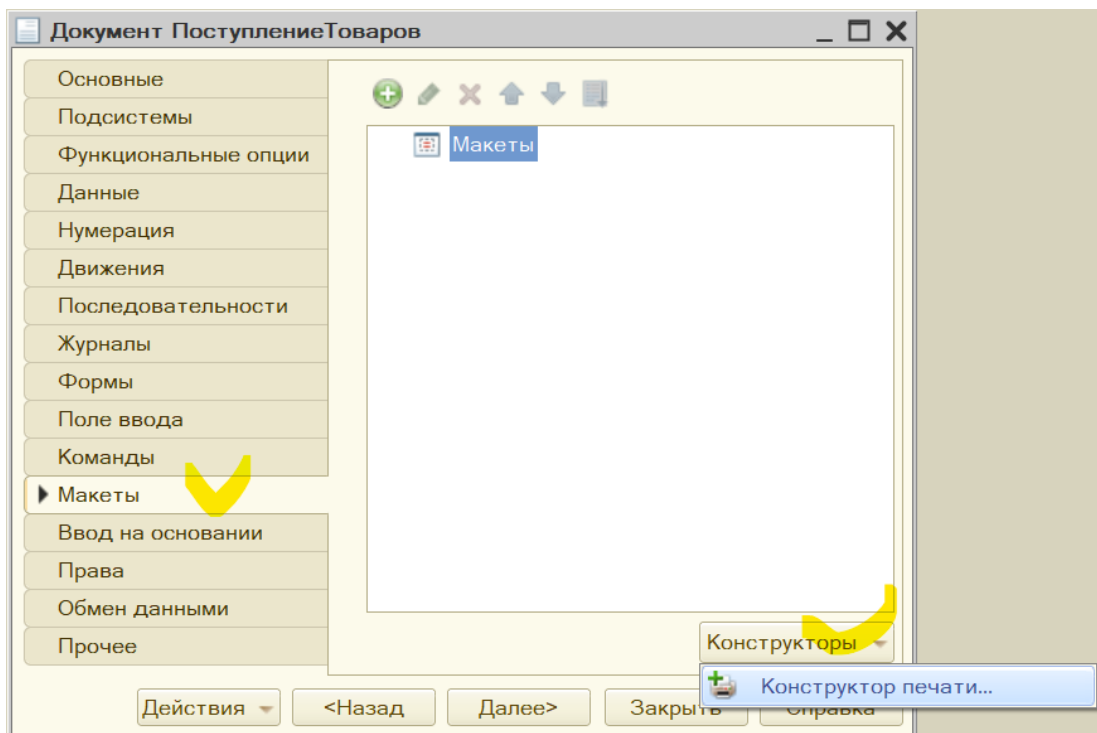

Рис. 5.17. Вкладка «Макеты» окна редактирования объекта конфигурации
1. Откроем окно редактирования этого документа «Поступление товаров» и перейдем на вкладку «Макеты», где в нижней части окна присутствует кнопка «Конструкторы» (рис. 5.17).